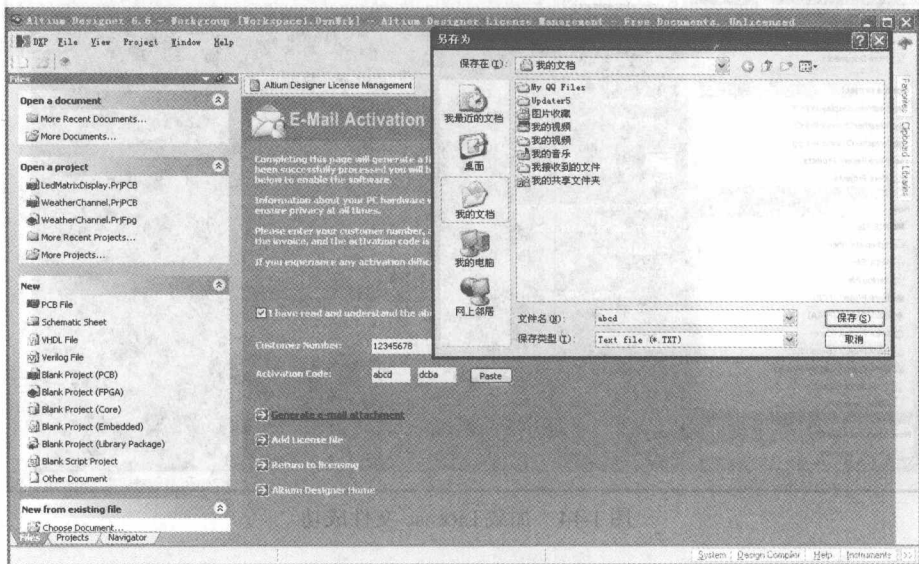

图 1-12 创建本机信息文件
0.0 13 在 E-Mail 激活界面中勾选【I have read and understand the above. I understand information about my PC will be included in the email.】项，确认通过 E-Mail 发送本机的硬件信息。填写用户名（Customer Number）和激活码（Activation Code），单击【Generate e-mail attachment】选项，创建本机信息文件，为文件命名并保存，如图 1-12 所示。